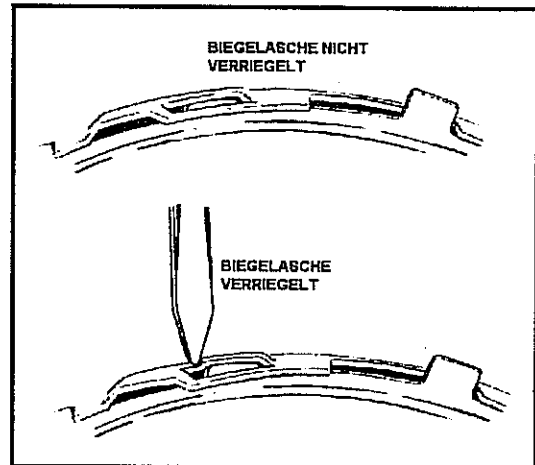

Abb. 9-19 Biegelaschen am Umfang des Bremskraftverstärkers,
- HINWEIS:** Zwei Laschen reichen aus, um die Gehäusenhälften zu verbinden. Darauf achten, daß die Laschen nicht vormals zur Befestigung verwendet wurden. Siehe Abb. 9-19.